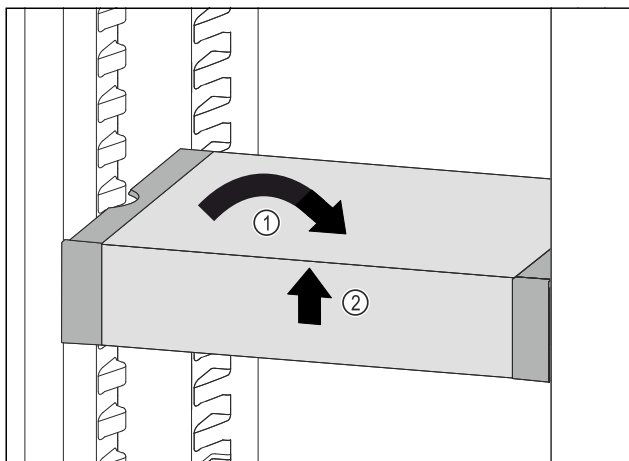

Fig. 119
- VarioSafe postavte rovně. Fig. 119 (1)
- VarioSafe vpředu zvedněte. Fig. 119 (2)